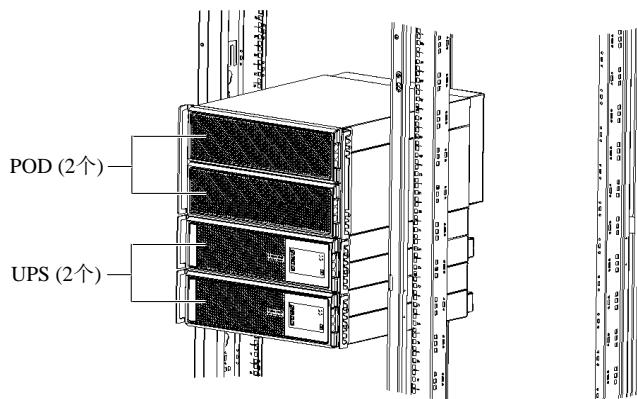

图3-1 1+1并机系统安装示意图（不带电池模块，16kVA/20kVA机型为例）
2. 如图 3-1，UPS 安装在底层， $1+1$ 并机 POD 安装在最顶层，以便于电缆连接及操作。 $1+1$ 并机 POD 的安装方法与 UPS 的安装方法完全相同。